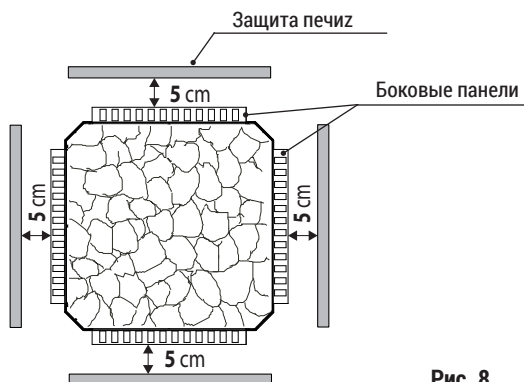

Рис. 8
- По умолчанию, боковые панели входят в комплект поставки в качестве аксессуаров и по желанию могут быть прикреплены к 1 или всем 4 стенкам. Установка боковых частей способствует уменьшению бокового температурного излучения, и, таким образом, минимальные расстояния к горючим материалам составляют 5 см (рис. 8).
- Расстояния между обогревателем и стеной кабины и другими горючими материалами меняются на 5 см (см рис. 8).